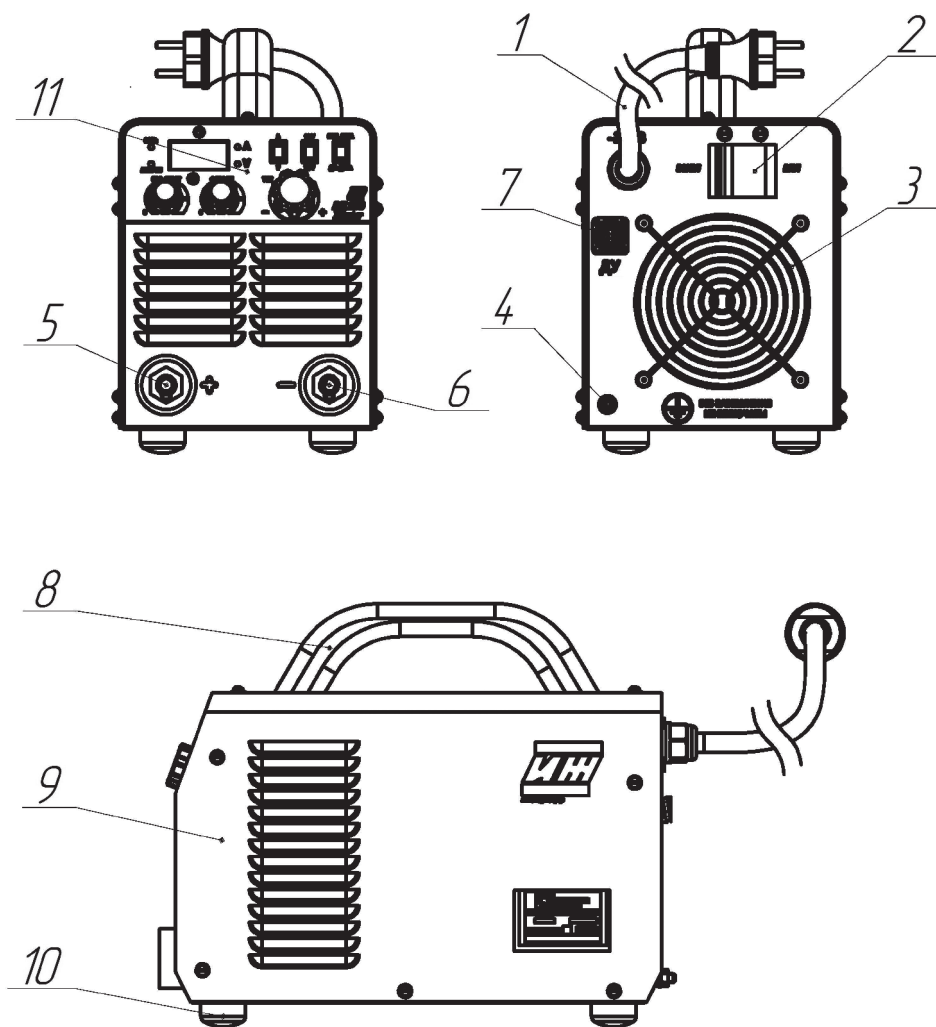
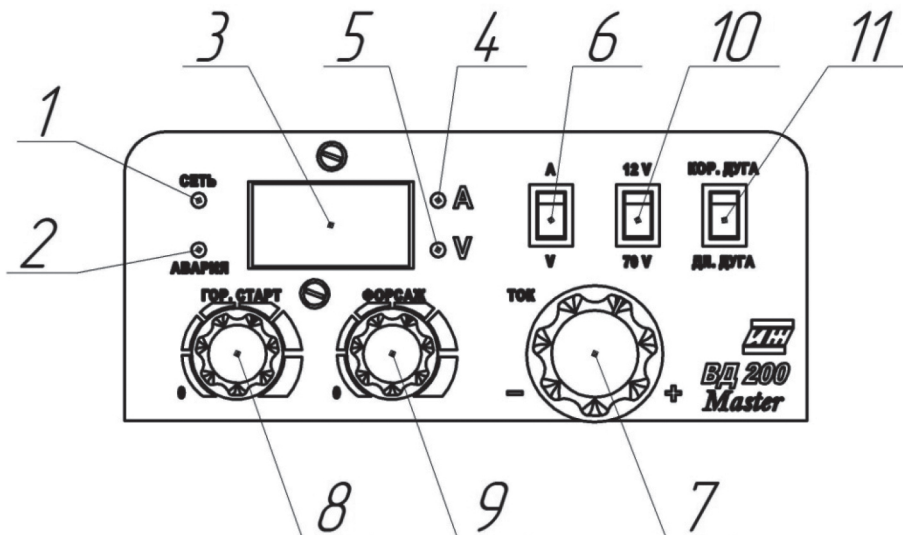

Рисунок 1 – Внешний вид и основные узлы:
Рисунок 2 – Панель управления:
На дисплее выпрямителя (рис.2, п.3) отображается информация об установленном сварочном токе, текущем сварочном токе (токе протекающем непосредственно во время сварки), текущем напряжении и функциях «горячий старт» и «форсаж дуги».
Для того чтобы настроить сварочный ток необходимо установить переключатель отображаемой величины (рис.2, п.6) в положение «А». Загорится индикатор «А» (рис.2, п.4) и на дисплее будет отображаться установленный сварочный ток в Амперах. Изменить установленный сварочный ток можно вращением ручки регулировки тока (рис.2, п.7).
Для того чтобы посмотреть текущее напряжение в сварочной цепи необходимо установить переключатель отображаемой величины (рис.2, п.6) в положение «V». Загорится индикатор «V» (рис.2, п.5) и на дисплее будет отображаться текущее напряжение в сварочной цепи в Вольтах.
Настройки функций «Горячий старт»(HOT-START) и «Форсаж дуги» (ARCFORCE) представлены в виде регулировочных резисторов (рис.2, п.8) и (рис.2, п.9) соответственно, имеющих шкалу на панели управления. Однако более точно их значение отображает дисплей. При вращении ручек регулировки этих функций он автоматически отображает значение изменяемой величины в процентах (от 0 до 100) и через 2 секунды возвращается к показаниям тока или напряжения (в зависимости от настроек пользователя).
Данная функция снижает напряжение холостого хода до уровня менее 12 Вольт для избежания поражения электрическим током во время проведения работ в опасных средах (высокая влажность, металлические ёмкости и т.п.). Активируется переключателем «БСН» (VRD) (рис.2, п.10) в положении «12V». В положении переключателя «70 V» величина холостого хода имеет стандартное значение.
Данная функция предназначена для уменьшения длины сварочной дуги до 2-3 диаметров электрода. Активируется переключателем «Короткая дуга» (рис.2, п.11) в положении «КОР. ДУГА». Рекомендуется для угловых швов или сварки «с отрывом» и т.д. В положении переключателя «ДЛ. ДУГА» дуга имеет длину 4-5 диаметров электрода.
5. Автоматический выключатель выпрямителя (рис.1, п.2) установить в положение «ВЫКЛ»
8. Установить автоматический выключатель выпрямителя (рис.1, п.2) в положение «ВКЛ», проконтролировать работу вентилятора по движению потока воздуха (воздух со стороны задней стенки всасывается в аппарат), работу выпрямителя - по светящемуся индикатору «СЕТЬ» (рис.2, п.1) и светящемуся дисплею (рис.2, п.3). Установить переключатель режима отображения величины (рис.2, п.6) в положение «А». Установить необходимое значение сварочного тока с помощью ручки регулировки тока (рис.2, п.7).